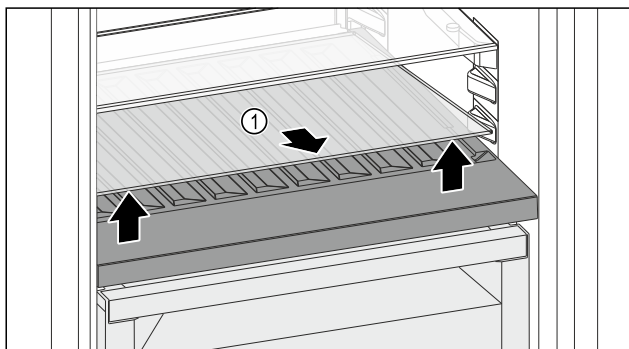

Fig. 142
- Повдигнете стъклената плоча Fig. 142 (1) при прореза отпред и извадете.
- Съхранявайте стъклената плоча Fig. 142 (1) на сигурно място извън уреда.